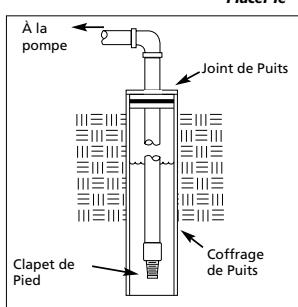

Figure 10 - Joint de Puits
BRANCHEMENT A LA SOURCE D'EAU (FIGURE 10)**PUITS ENFONCÉ**
1. Installer un clapet de pied sur la première section de tuyau (Figure 10).